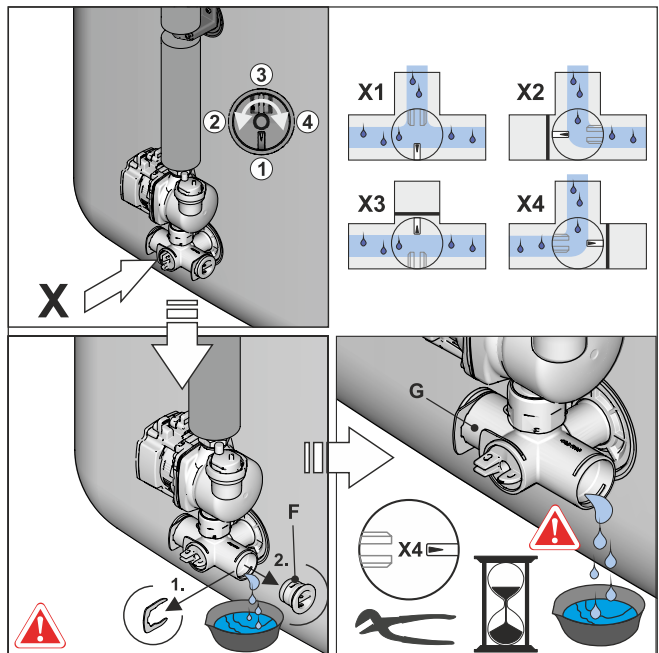

Fig. 9-5 Bloquear a chapeleta de válvula, remover o tampão cego da peça angular de ligação
- Ajustar o encaixe de válvula no ângulo de ligação de modo que o caminho para a mangueira de drenagem se abra (ver também Fig. 9-5) e drenar o conteúdo de água do depósito do acumulador.